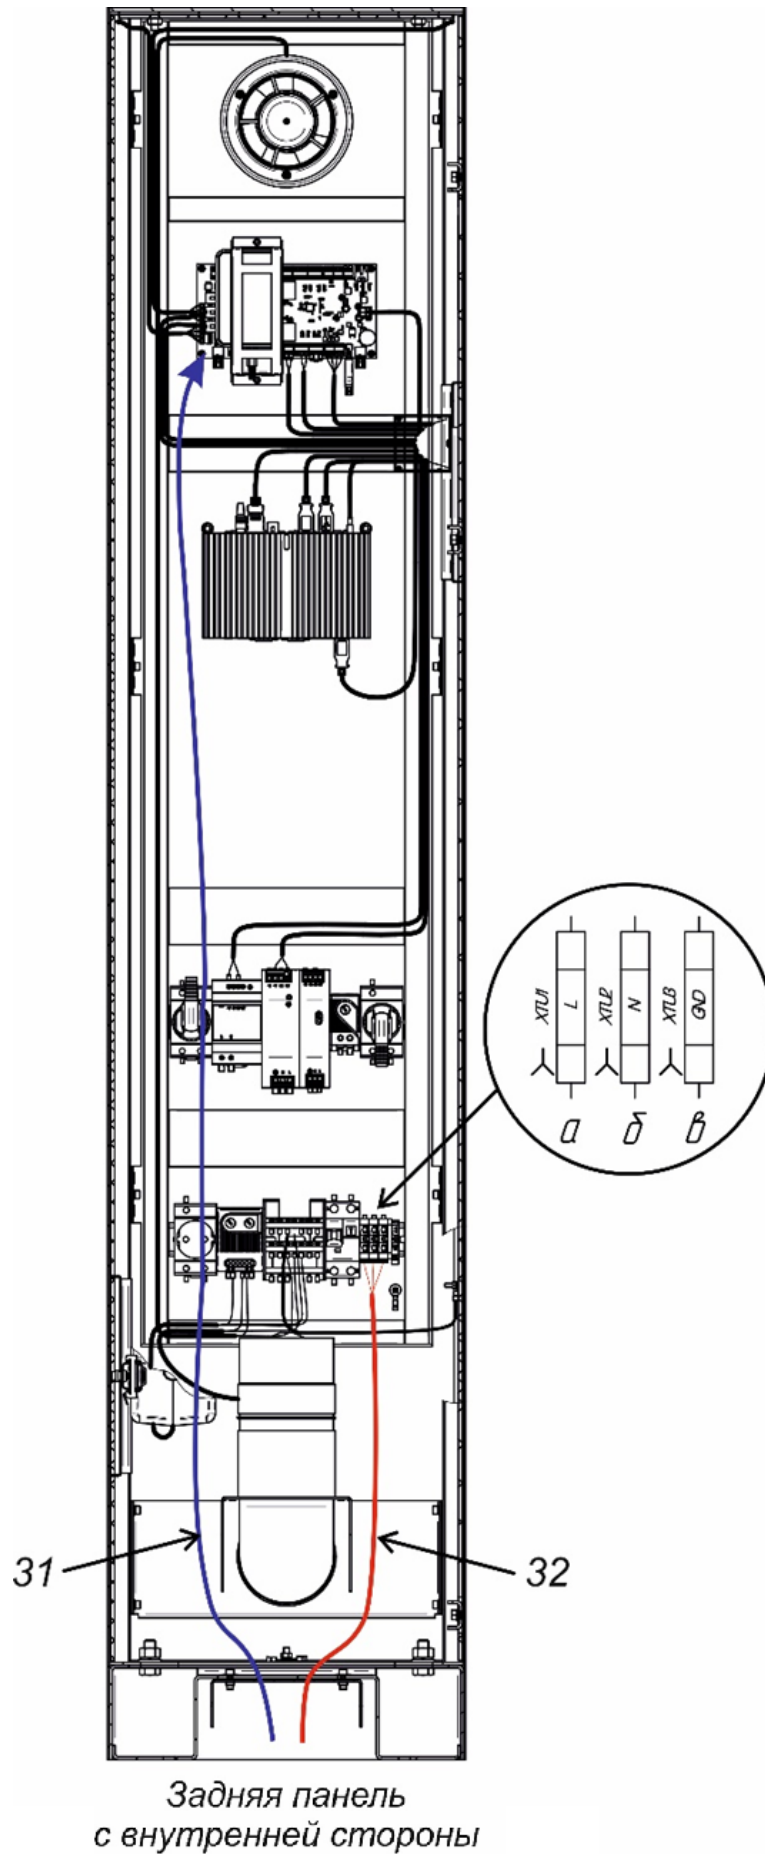

Рисунок 6. Схема прокладки кабелей в паркомате
Перед установкой паркомата необходимо предусмотреть подводку кабелей питания и управления. Например, перед заливкой бетона проложите кабель-канал (пластиковая труба, гофра и т.д.) с кондуктором для протяжки кабелей, концы и соединения кабель-каналов зафиксируйте и тщательно загерметизируйте для предотвращения попадания в них смеси. При использовании готовых оснований выполните штробление, укладку и финишное закрытие кабель-канала. Схема прокладки кабелей в паркомате показана на рис. 6.
7. Откройте дверь паркомата, для этого откройте ключом замок (10) двери, входящий в комплект поставки. Может потребоваться немного прижать дверь в области замка. Потяните дверь на себя за край, расположенный ближе к замку.
8. Протяните кабели внутри паркомата. Рекомендуемое расположение кабелей при прокладке внутри паркомата показано на рис. 6. Кабели рекомендуется проводить вдоль задней стенки паркомата.
9. Подключите кабель питания (32) к зажиму наборному (21) согласно схеме на рис. 6:
10. Подключите кабель *Ethernet* (31) к свободному разъему коммутатора (14).
- с помощью терморегулятора (23, синий) устанавливается максимальная температура, при достижении которой будут включаться соответственно приточный (26) и вытяжной (13) вентиляторы для охлаждения паркомата;
- с помощью терморегулятора (23, красный) на обогревателе (25) устанавливается минимальная температура, при достижении которой будет включаться обогрев паркомата. При этом минимальную температуру включения обогрева нельзя устанавливать ниже 7°C, иначе оборудование стойки может не включиться из-за работы системы предотвращения холодного пуска.